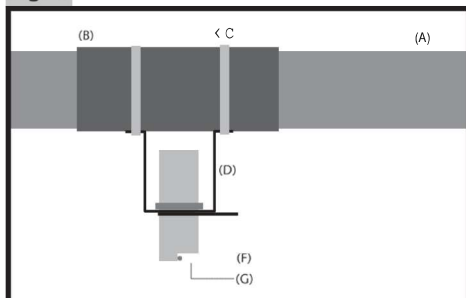

Fig. 5
De dosator dient boven de voerleiding te worden geplaatst. Bijvoorbeeld op een plateau dat boven de voerleiding is gemonteerd. Zodanig dat de doseermond precies boven de voerleiding komt (Fig. 1) en (Fig. S). Men dient in de bovenzijde van de voerleiding (Fig. 5 (A)) een gat/ opening te boren, zodat de doseermond in de leiding kan doseren (Fig. 5 (B)). De uitvoermont (Fig. 5 (C)) van de dosator (Fig. 5 (D)) dient exact aan te sluiten boven het gat. De stuurkast (Fig. 1 (C)) dient doorgeschakeld te worden via de voerinstallatie (Fig. 1 (A)). Op deze wijze kan de dosator alleen doseren, indien de voerinstallatie is ingeschakeld. De sensor (Fig. 1 (D)) dient vlak voor of na de doseermont aan de onderzijde van de voerleiding te worden gemonteerd, zie 'Montage van de sensor'
De dosator dient onder de voerleiding te worden geplaatst. Bijvoorbeeld op een plateau dat onder de voerleiding is gemonteerd. Zodanig dat de doseermont precies boven de voerleiding komt (Fig. 2) en (Fig. S). Men dient in de bovenzijde van de voerleiding (Fig. 5 (A)) een gat/ opening te boren, zodat de doseermont in de leiding kan doseren (Fig. 5 (B)). De uitvoermont (Fig. 5 (C)) van de dosator (Fig. 5 (D)) dient exact aan te sluiten boven het gat. De stuurkast (Fig. 2 (C)) dient doorgeschakeld te worden via de voerinstallatie (Fig. 2 (A)). Op deze wijze kan de dosator alleen doseren, indien de voerinstallatie is ingeschakeld. De sensor (Fig. 2 (D)) dient vlak voor of na de doseermont aan de onderzijde van de voerleiding te worden gemonteerd, zie 'Montage van de sensor'